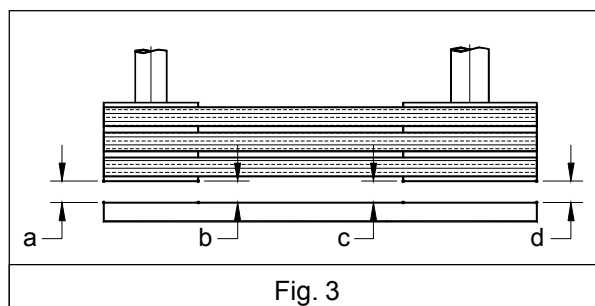

Fig. 3
- El alineamiento de la polea tiene que verificarse con la ayuda de una regla que se pasará a lo largo de las caras de las poleas o de las ruedas dentadas, operación que conviene ejecutar en dos direcciones. Las distancias a, b, c y d deben ser iguales (Fig. 3).